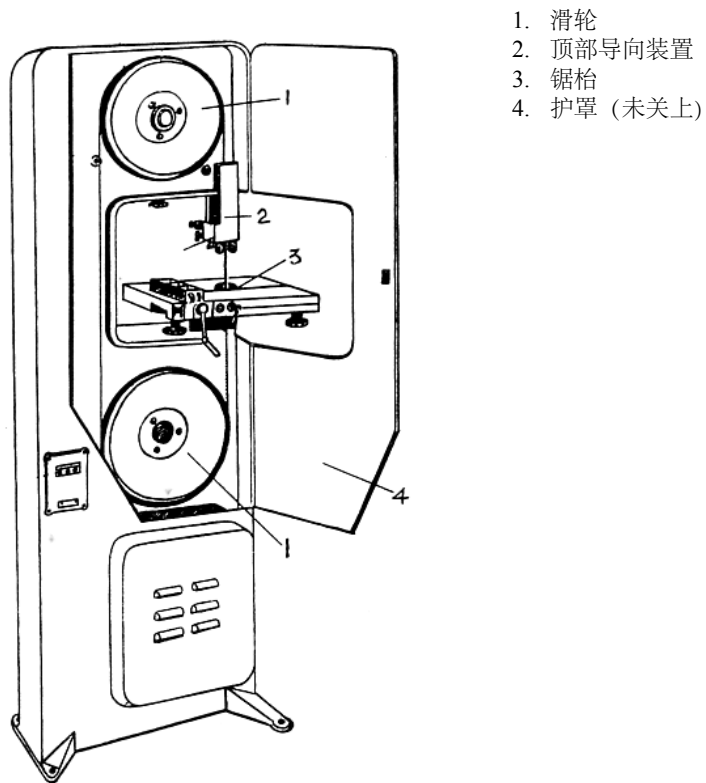

图4 普通带锯的防护
4.3 普通带锯或简单带锯 (俗称运锯/皮带锯) (参阅图4)